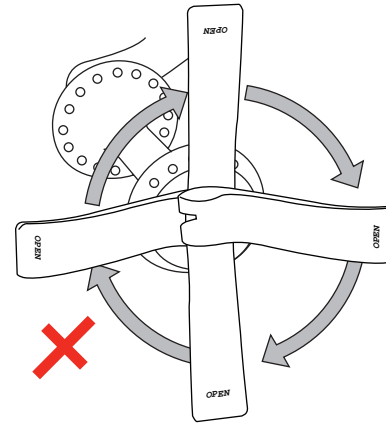

Figure 41. Ne faites pas tourner le levier dans le sens circulaire
- Ne faites pas tourner le levier dans le sens circulaire parallèlement à la roue pour augmenter la tension de serrage du système (Figure 41) ; la roue risquerait de ne plus être fixée correctement en place.